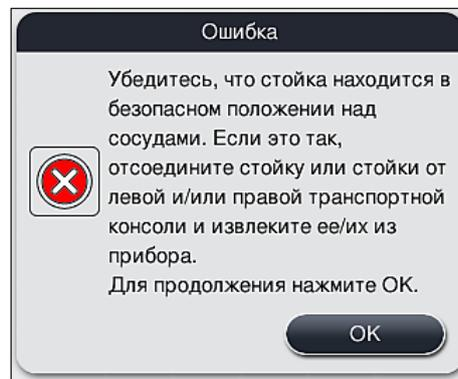
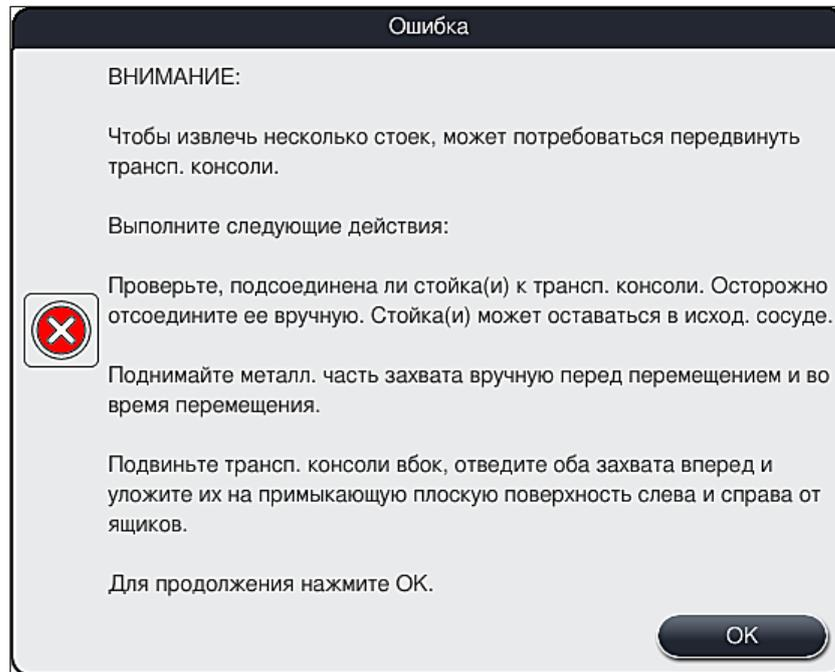

Рис. 108
Рис. 109
2. После этого в этом информационном сообщении появляется указание для пользователя проверить (→ "Рис. 108"), поместил ли прибор одну или две стойки в безопасное положение между двумя кюветами с реактивами (→ "Рис. 104").
3. При нажатии кнопки **ОК** (→ "Рис. 108") на экране отображается другое информационное сообщение (→ "Рис. 109"), содержащее указания для пользователя по правильному извлечению соответствующих стоек.